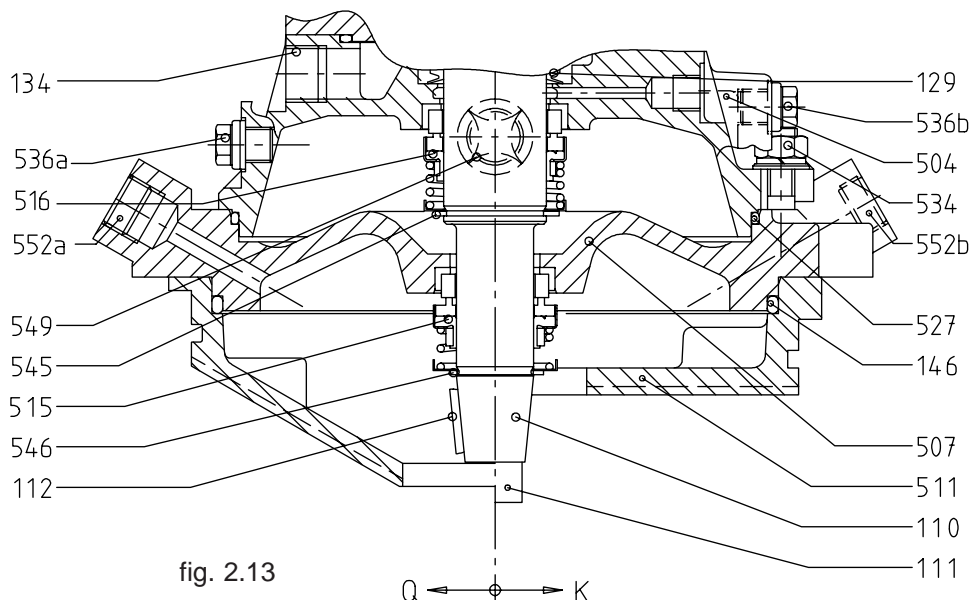

fig. 2.13
e) Stationaire zitting (alle typen) (fig. 2.13)